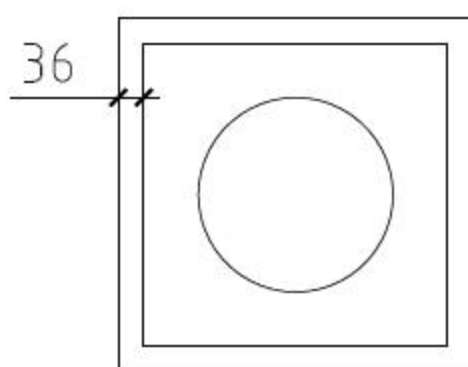

图8-197 偏移矩形
- 03 调用O【偏移】命令，设置偏移距离为36，向内偏移矩形，结果如图8-197所示。